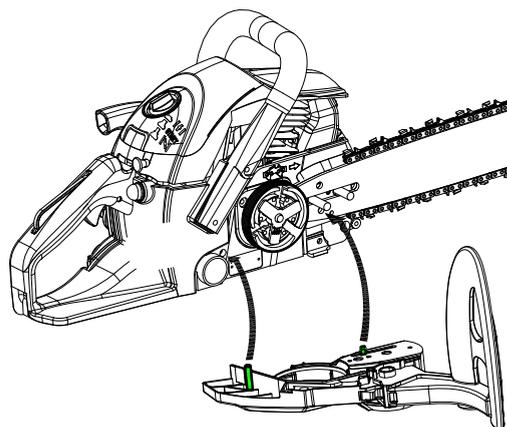

Fig. 29
4. Retirez le couvercle, examinez s'il y a des dommages, nettoyez-le et mettez-le de côté (Fig. 29).
- Réinstallez le couvercle d'embrayage et vissez sans serrer les deux écrous de 13 mm en les tournant (vers la droite). Alignez le frein avec le bloc de l'embrayage et les deux goujons en vous assurant que les goujons sont alignés avec les trous du couvercle de l'embrayage (Fig. 29).